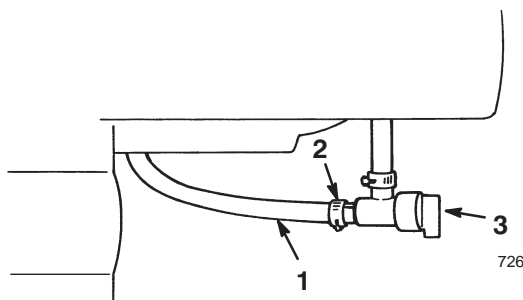

Figure 17
4. Ouvrez le robinet d'essence situé au-dessous du réservoir de carburant (Fig. 17).
5. Fermez le robinet d'essence (Fig. 17).